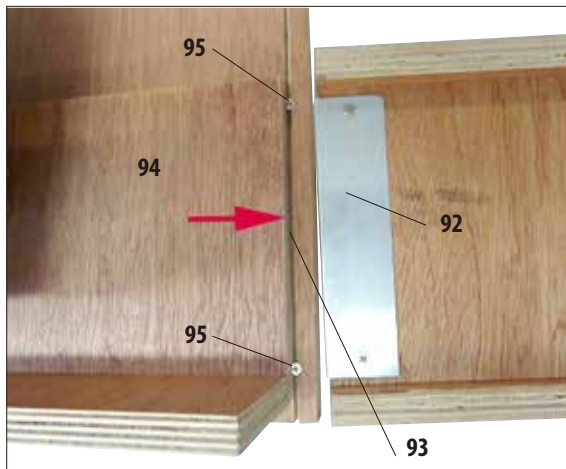

Bild 9
- Haka fast skenornas plattor (92) i spåret (93) på lastpallen, så att skenorna är i jämnhöjd med den träskiva (94) där instrumentet är placerat (bild 9).